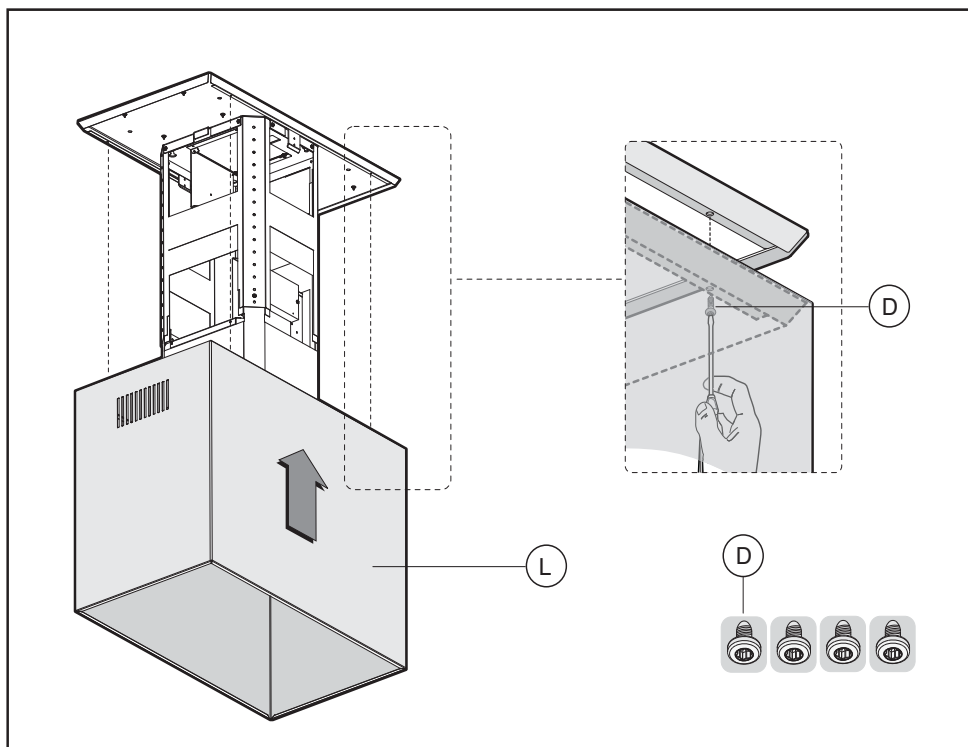

Fig.12
- Pegar a chaminé superior **L** e fixá-la ao estribo de fixação da chaminé **C** com os 4 parafusos **D** (Fig. 12).